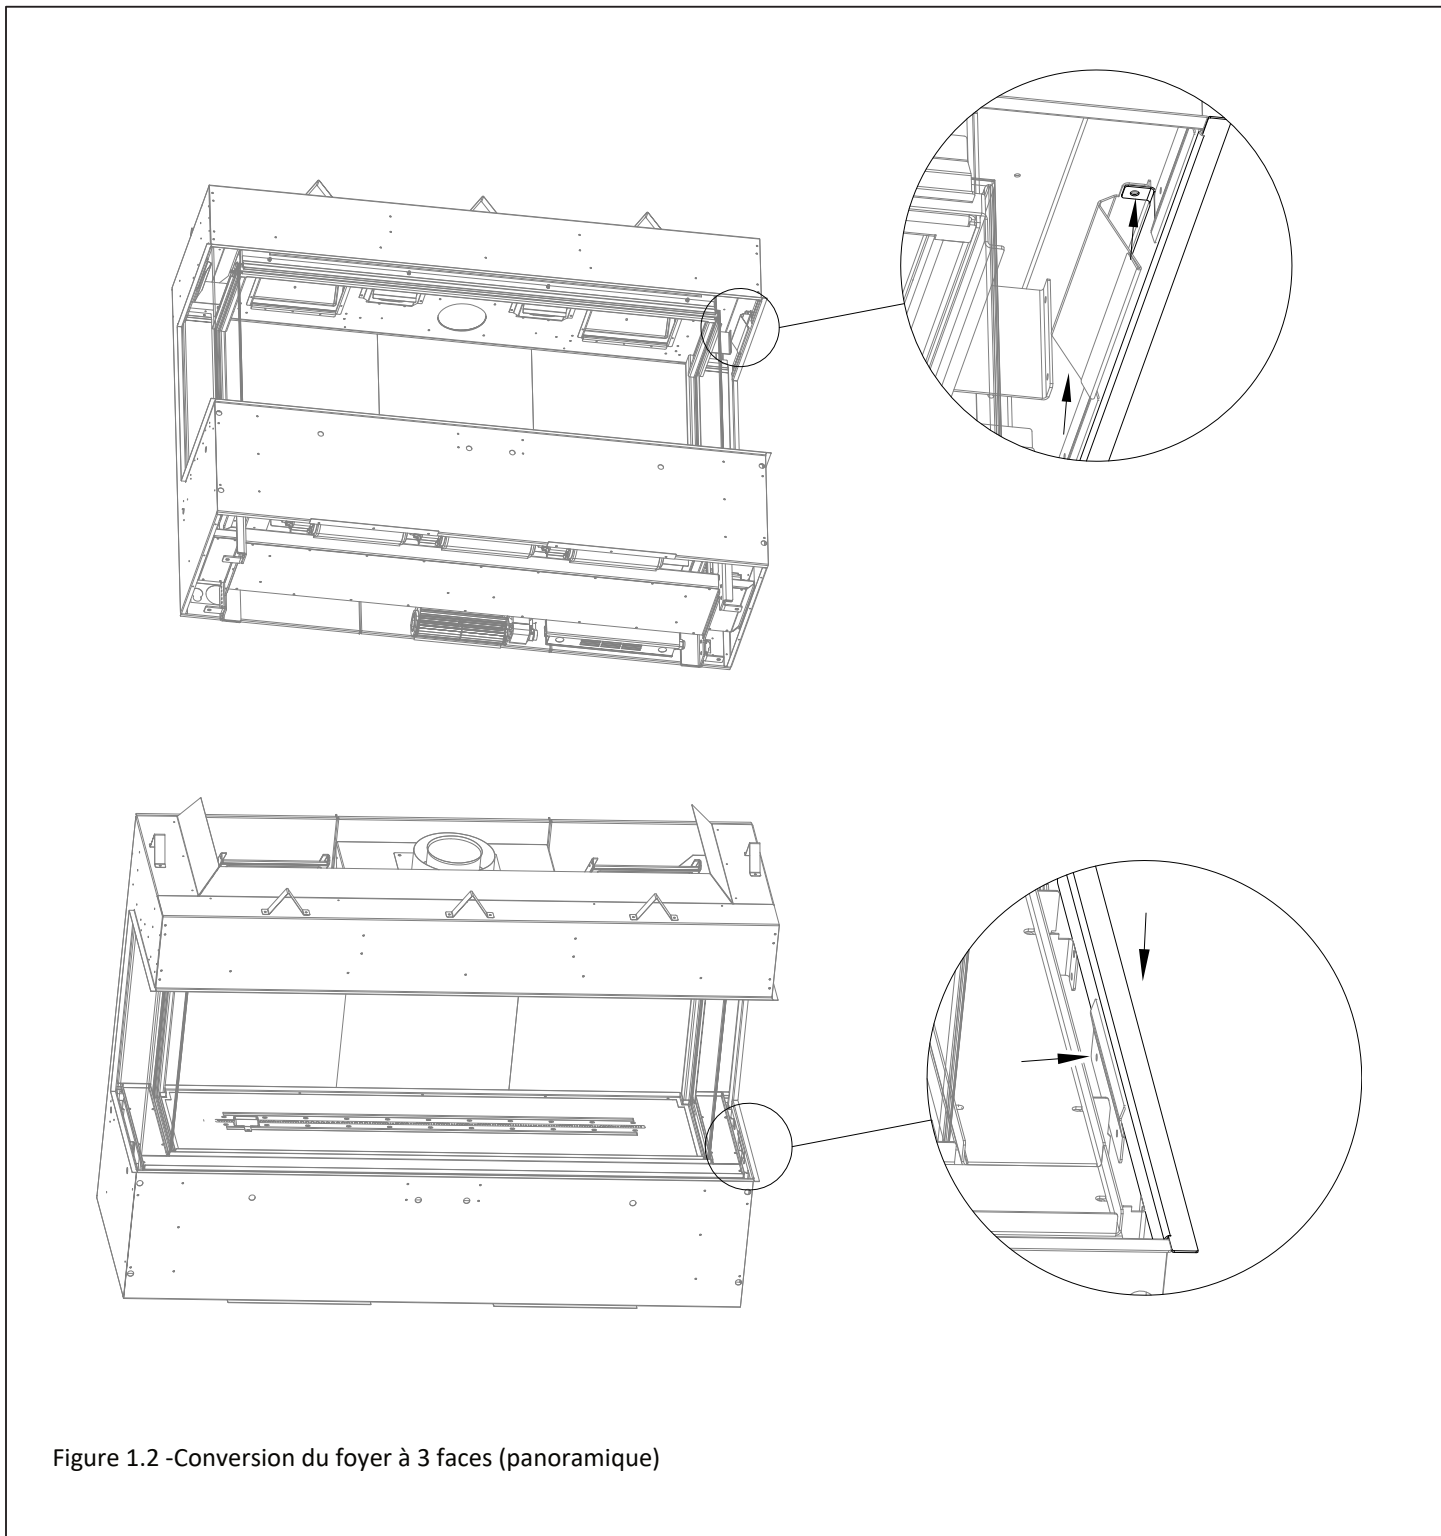

Figure 1.2 -Conversion du foyer à 3 faces (panoramique)
2. Installez la bride du bord de finition supérieur. Notez que le kit inclut les brides gauche et droite du bord de finition supérieur. Utilisez la bride pour le côté que vous désirez convertir et jetez (ou recyclez) la pièce non utilisée. La bride du bord de finition supérieur s'insère entre le bord externe du foyer et la bride de rétention de vitre supérieure. Cette bride se fixe à l'intérieur du foyer avec (2) vis à métal. Voir la Figure 1.2.